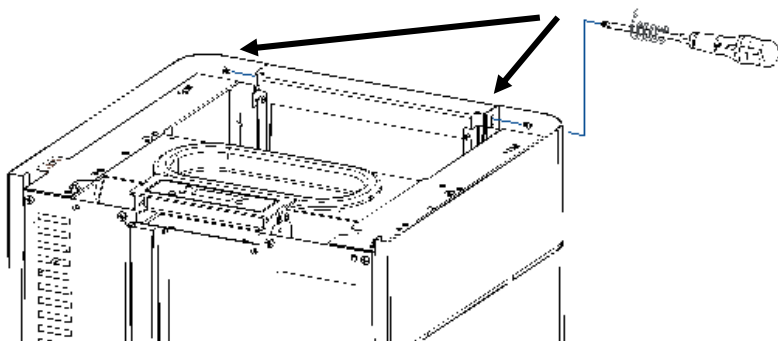

Figura 50 - Fijación de las envoltentes laterales
d) Atornille los laterales al frontal como se muestra en la Figura 50 (utilice 2 tornillos A).